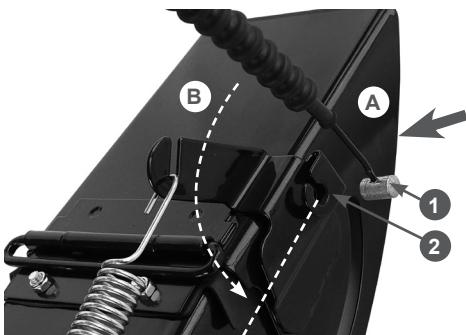

Рис. 21 Установка наконечника троса управления дефлектором жёлоба
- вставьте наконечник 1 троса в кронштейн 2 до упора, одновременно продевая трос через прорезь в кронштейне (действие А), после чего прокрутите трос в кронштейне на 90 градусов (действие В), как показано на Рис. 21;